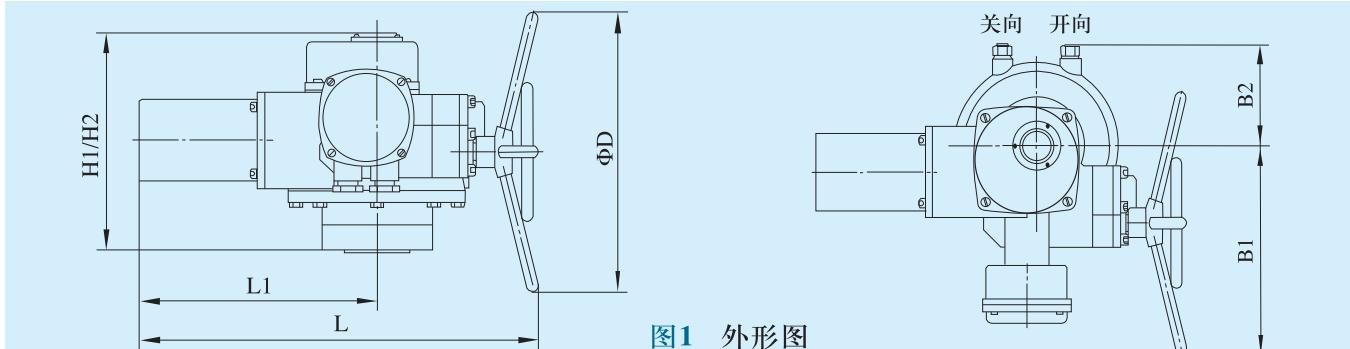

图1 外形图
4.1.1 外形尺寸见图1和表3
5.7机械限位：参见图1，当行程控制机构不起作用时，用于保护阀门不至超行程而引发事故。